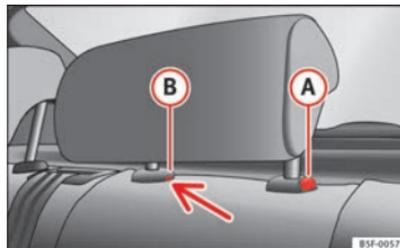

Abb. 82 Mittlere Kopf-
- Zum Absenken der Kopfstütze drücken Sie die Taste ① ⇒ Abb. 82 und schieben Sie die Kopfstütze nach unten.
- Drücken Sie auf die Taste **(A)** ⇒ Abb. 82 und ziehen Sie gleichzeitig die Kopfstütze aus der Lehne heraus ⇒ **△**.